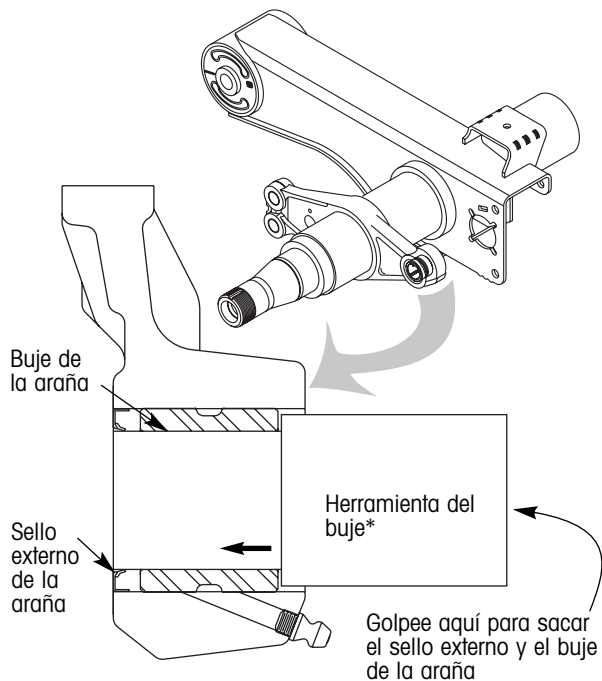

Figura 9. Remoción del buje y el sello externo de la araña
13. Usando una herramienta para el buje*, golpee el buje de la araña (número 5, figura 8) y el sello externo de la araña (número 4, figura 8) hacia afuera de la araña (figura 9).